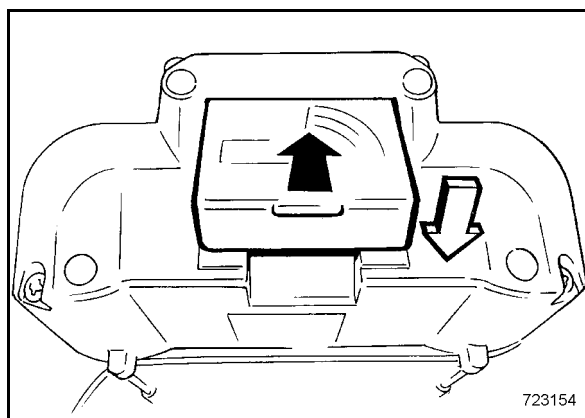

Рис. 57
- Вставить сменную аккумуляторную батарею в гнездо для аккумуляторной батареи (Рис. 57) и защелкнуть ее.